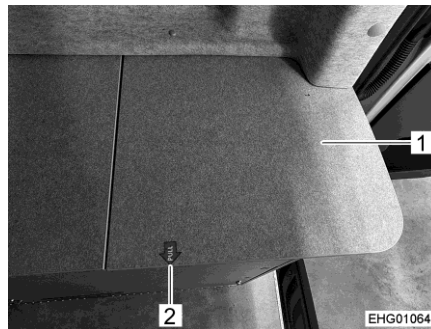

Bild 95 Serviceöffnung, geschlossen
- Abdeckung (Bild 95,1) in Richtung Gang wegziehen (Aufkleber "PULL" (Bild 95,2) beachten).
Zum Schließen Abdeckung (Bild 95,1) wieder in Ausgangsposition zurück-schieben.